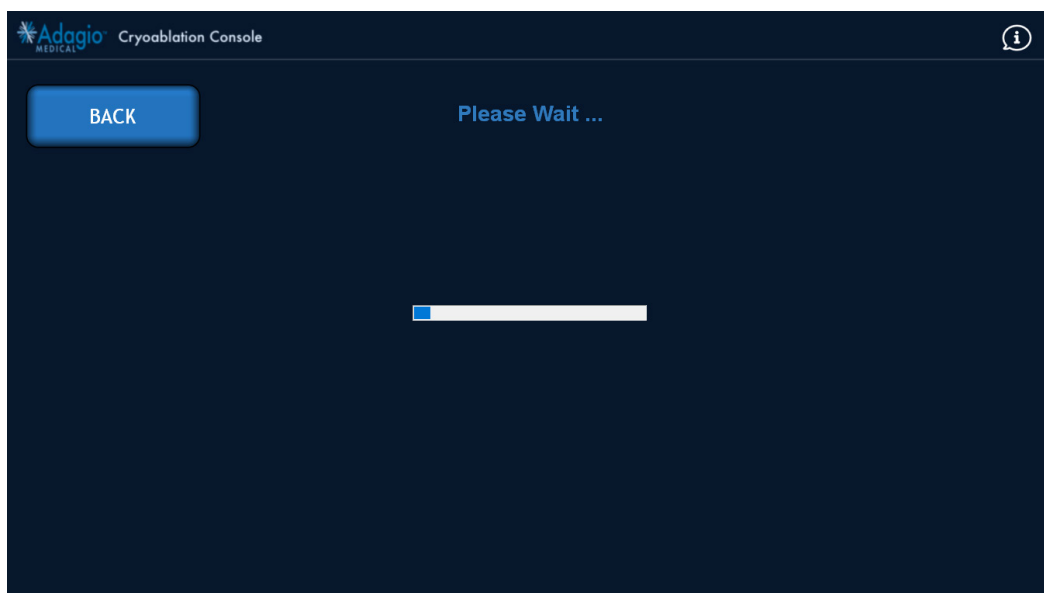

Figure 28 – Écran de progression indiquant l'état de la pompe à vide
3. L'écran de progression indiquant l'état de la pompe à vide s'affiche ensuite (Figure 28).